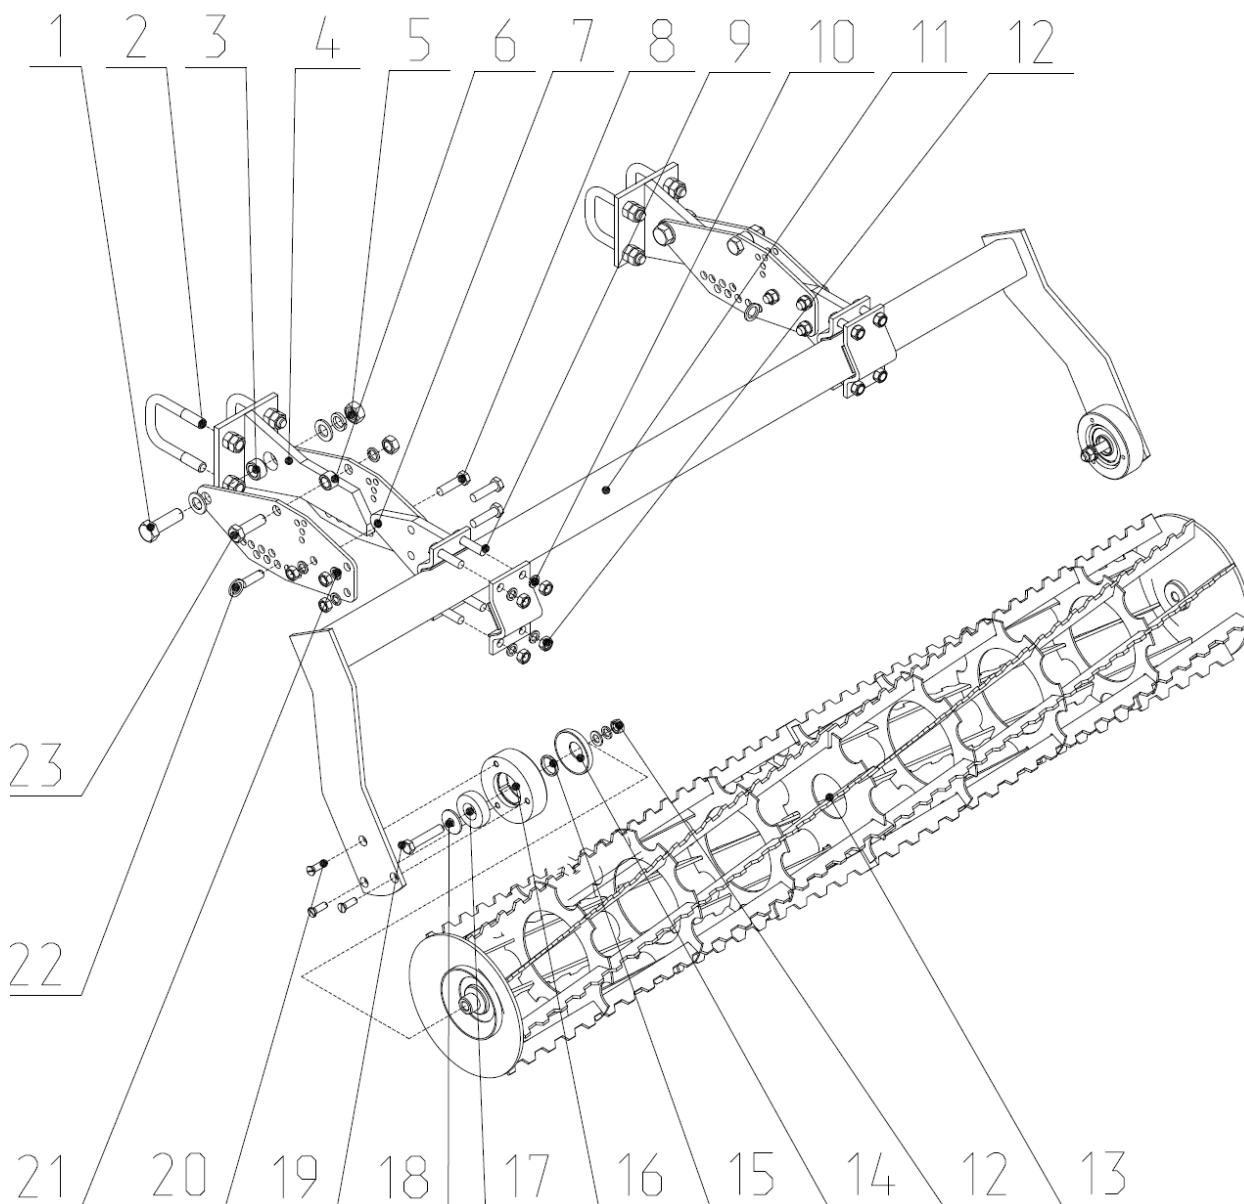

Рис.16 Каток однорядный.
2.19.1. Катки прикатывающие (Рис.16) состоят из спирально-планчатых катков 13 закрепленных на подшипниках 17 в корпусах 16. Корпуса закреплены специальными винтами 20 в опоре 12. Опора через кронштейны 6 и 21 шарнирно прикреплена к штангам 4. Штанги при установке на калькуляторе закрепляются на задних балках центральной и боковых секциях и скобами 2.